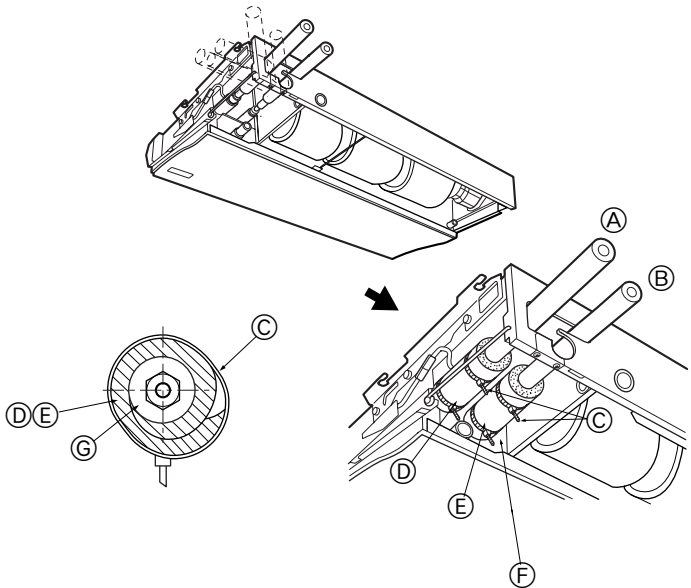

Fig. 4-2
4.2. Внутренний прибор (Fig. 4-2)